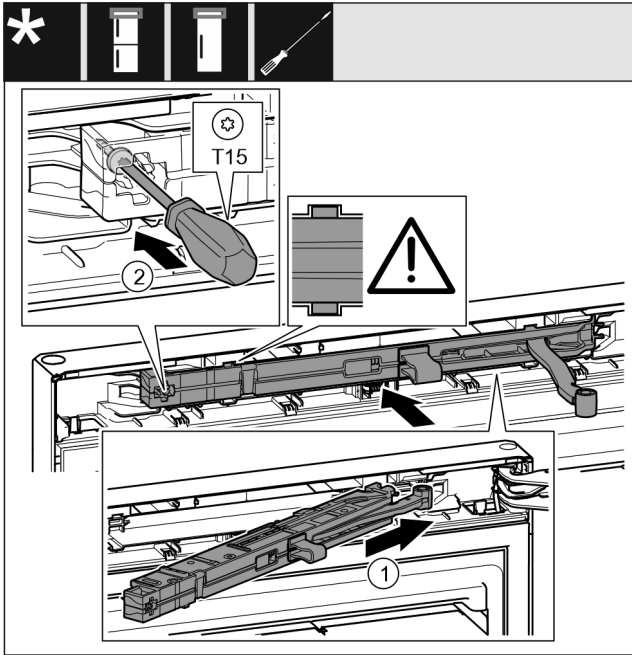

Fig. 49
- ▶ Vinkla in stängningsdämparenheten och skjut in den på lagerbockssidan vinklat i urtaget tills det tar stopp. Fig. 49 (1)
- ▶ Dra åt skruven med skruvmejsel T15. Fig. 49 (2)